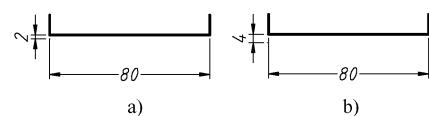

图9-14 起点偏移量设置示例
- “起点偏移量”文本框：用于设置尺寸界线的起点与被标注对象的距离，如图9-14所示。